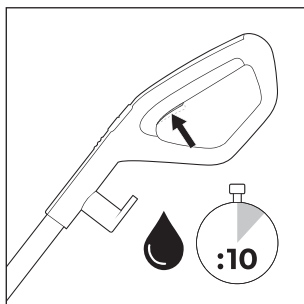
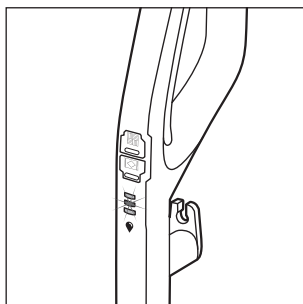

Fig. 14
Fig. 15
- ♦ Avant chaque utilisation, maintenez l'interrupteur solution de nettoyage  **15** appuyé pendant env. 10 secondes, pour que le rouleau brosse **6** soit opérationnel avec la solution de nettoyage (voir fig. 14). Le voyant de solution de nettoyage  **12** clignote en alternance en bleu, lorsque l'interrupteur solution de nettoyage  **15** est maintenu appuyé (v. fig. 15).